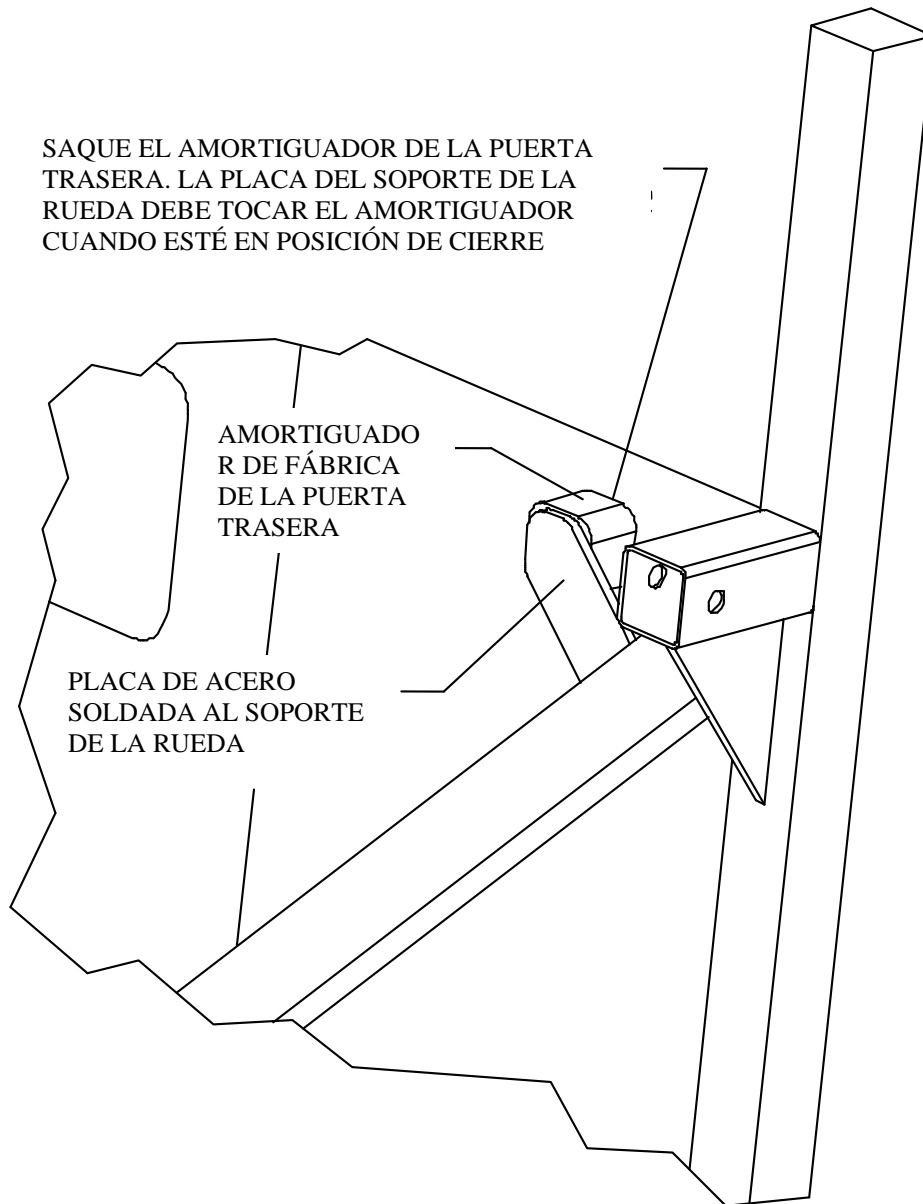

Figura 8, Amortiguador del parachoques de la puerta trasera de los modelos TJ y YJ.
19. Hay una placa plana soldada al armazón del soporte de la rueda. En los modelos CJ se debería montar un parachoques de goma a la placa plana o bien a la puerta trasera para evitar que el soporte de la rueda se mueva cuando se circule por terrenos accidentados. **Consulte el paso 24 para el montaje en modelos CJ.** Los modelos TJ y YJ ya cuentan con estos parachoques de goma en la puerta trasera. Puede que deba quitar el parachoques superior del lado del conductor de la puerta trasera para tener una ligera presión en la placa plana cuando el montaje esté en posición de cierre. **Consulte la Figura 8.**